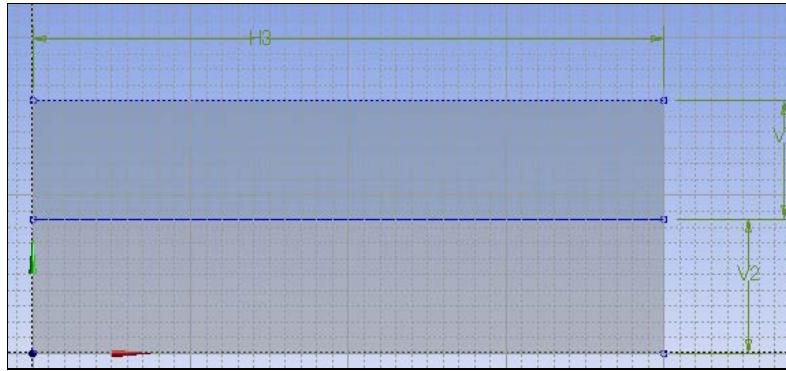

図 23 スケッチの各部位のサイズ指定
4.5 節までの例ではスケッチの各辺のサイズはマウスで位置調整していた。しかし、この方法だと、サイズの微調整ができない。サイズを細かく指定するときは、スケッチをしてからサイズを調整すればよい。「Sketching」タブの **Dimension** の中にある **General** を選択した後にサイズを指定したい部位をクリックして左下の **Details View** の **Apply** のボタンを押す。図 23 の例のように、部位の近くに V1, V2, H3 と記号が加わるので、**Details View** の **Dimensions** に部位の対応する記号の欄に指定したいサイズを入力する。